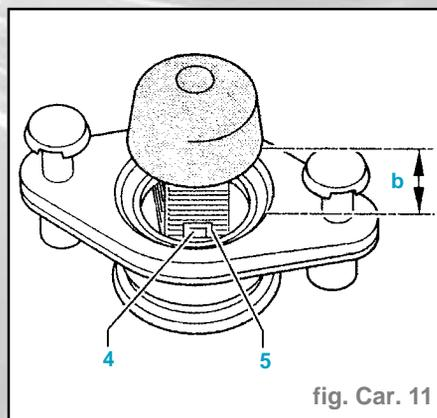

fig. Car. 11
- Retirer le coulisseau de crantage et le réintroduire jusqu'à ce que les ergots d'arrêt -4- s'encliquettent dans l'évidement -5- (fig. Car. 11). Distance entre le boîtier et la butée caoutchouc : **b = 10 mm**.